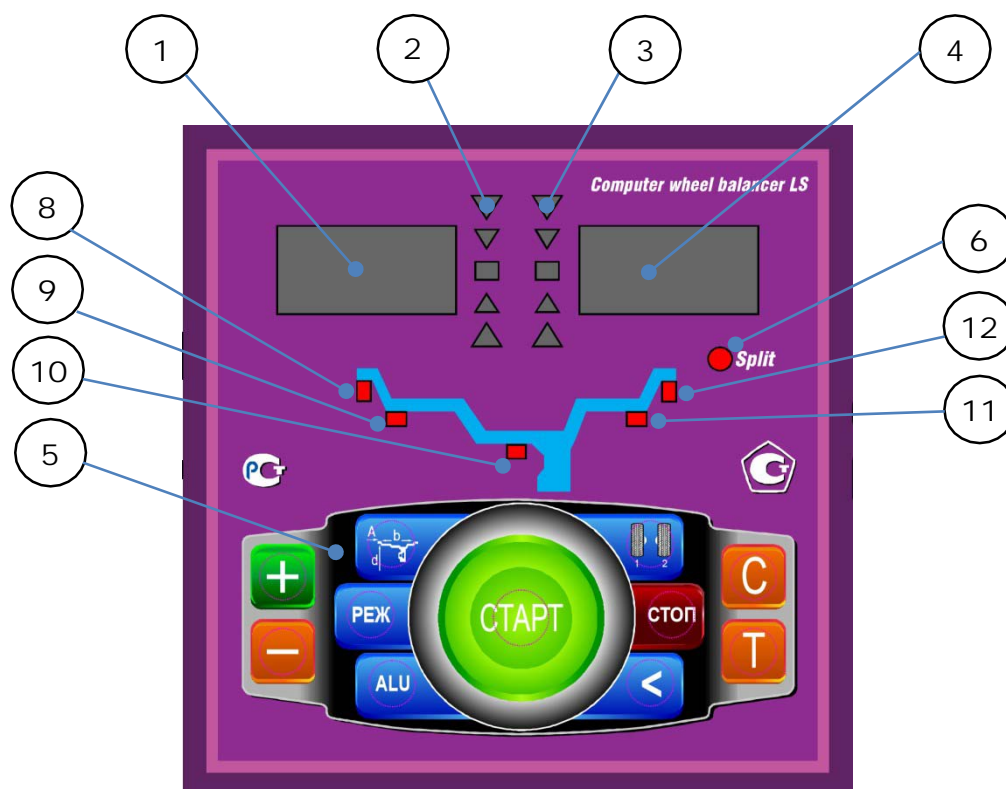

рис.8.1.
8.1. Общий вид лицевой панели показан на рис. 8.1.
При выдвижении штанги на индикаторах 1 (рис. 8.1) отображается значение параметра "А". Значение параметра "d" отображается на индикаторах 4.
Для ввода ширины нажмите кнопку "+" или "-" на индикаторах 1(рис.8.1) высветится "-b-", а на индикаторах 4 значение ширины диска. Через 2-3 сек после установки ширины индикаторы в режим отображения текущего дисбаланса.
Дважды нажать кнопку "A, d, b", после чего на индикаторах 1 (рис.8.1) загорается символ "A", а на индикаторах 4 исходная величина дистанции. Нажимая кнопки "-" и "+" установить на индикаторах 4 требуемую величину дистанции. Через 2-3 сек после установки дистанции показания на индикаторах 1 и 4 возвращаются к отображению текущего дисбаланса, а кнопки "-" и "+" возвращаются в режим ввода ширины обода.
11.1 . Переключение схем ALU1-ALU5 осуществляется последовательным нажатием кнопки "ALU" при этом схема установки грузов отображается загоранием соответствующих светодиодов 8-12 (рис.8.1), кроме того, на индикаторах 1 отображаются символы ALU, а на индикаторах 4 номер 1-5. Через 2-3 сек. после установки требуемой программы ALU индикаторы 1-4 переходят в режим отображения дисбаланса.
12.3. Для входа в программу Split удерживайте кнопку РЕЖ, до того как загорится светодиод 6 (рис.8.1) и на индикаторах 1 загораются символы "SPn", означающие, что необходимо ввести число спиц обода колеса, подлежащего балансировке. При этом на индикаторах 4 загорается цифра 5. Если число спиц колеса отличается от 5, кнопками "-" и "+" установить на индикаторах 4 фактическое число спиц колеса.
12.4. Запустите СБ. После остановки вала установите любую спицу обода колеса вертикально вверх (на 12 часов) и нажмите кнопку С. После чего, на индикаторе 1 и линейке 2 (рис.8.1) будут указаны величина и место установки корректирующего груза на внутренней плоскости.
осуществляется нажатием "A,d,b" на индикаторах 4 (рис.8.1) будут последовательно отображены, установленные в данный момент диаметр, ширина обода и дистанция.
14.1. При включении тумблера питания СБ на индикаторах 1 (рис. 8.1) высвечивается трёхзначное число -номер версии программного обеспечения. Через 2-3 сек на индикаторах 1 и 4 должны загореться нули, кроме того должны загореться светодиоды 8 и 12, что свидетельствует о включении режима стандартной балансировки с установкой на обеих плоскостях коррекции грузиков на пружинках. На линейках 2 и 3 (рис. 8.1) должны загореться центральные светодиоды.
14.2. При включении СБ программа измерения дисбаланса настраивается таким образом, что дисбаланс менее 8 г (заводская установка для легкового режима) на любой плоскости коррекции не показывается, в этом случае на индикаторах 1 и 4 (рис. 8.1) высвечиваются "0". Минимальный дисбаланс отображающийся на индикаторах 1 и 4 равен 8г. Дисбаланс, превышающий 8г, округляется до величины кратной 5, т. е. дисбаланс 9, 10, 11 и 12 г отображается цифрой 10, дисбаланс 13, 14,15, 16 и 17 г - цифрой 15 и т. д. Для просмотра неокруглённого значения дисбаланса или дисбаланса менее 8г. необходимо нажать кнопку "<", при этом на индикаторах 1 и 4 на 2-3 сек высвечиваются фактические значения дисбаланса, определённые в данном запуске.